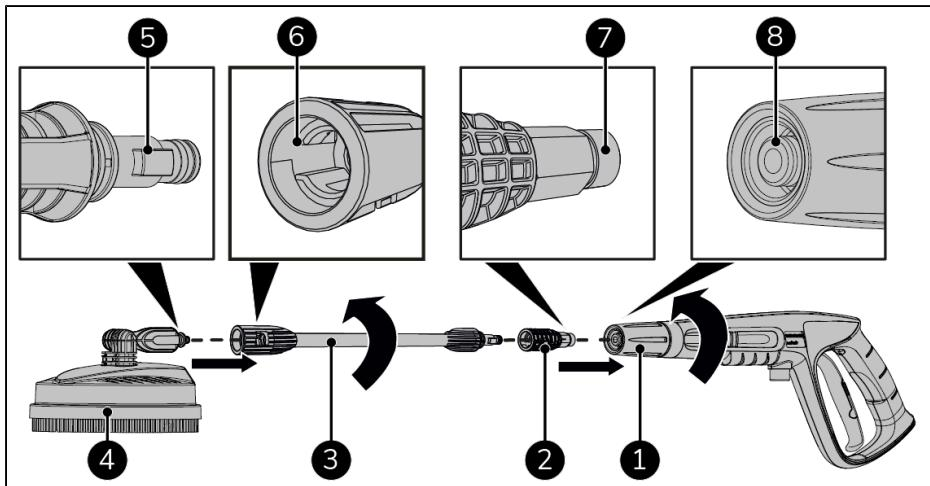

Abbildung 55.
1. Richten Sie die Kante des Bodenreinigers (Abbildung 55, Pos. 5) mit der Nut in der Bodenreinigerlanze (Abbildung 55, Pos. 6) aus.
2. Führen Sie den Bodenreiniger (Abbildung 55, Pos. 4) in die Bodenreinigerlanze (Abbildung 55, Pos. 3) ein.
4. Stecken Sie den Adapter (Abbildung 55, Pos. 2) auf die Bodenreinigerlanze (Abbildung 55, Pos. 3).
5. Schrauben Sie die Bodenreinigerlanze (Abbildung 55, Pos. 7) auf die Strahlpistole (Abbildung 55, Pos 8).